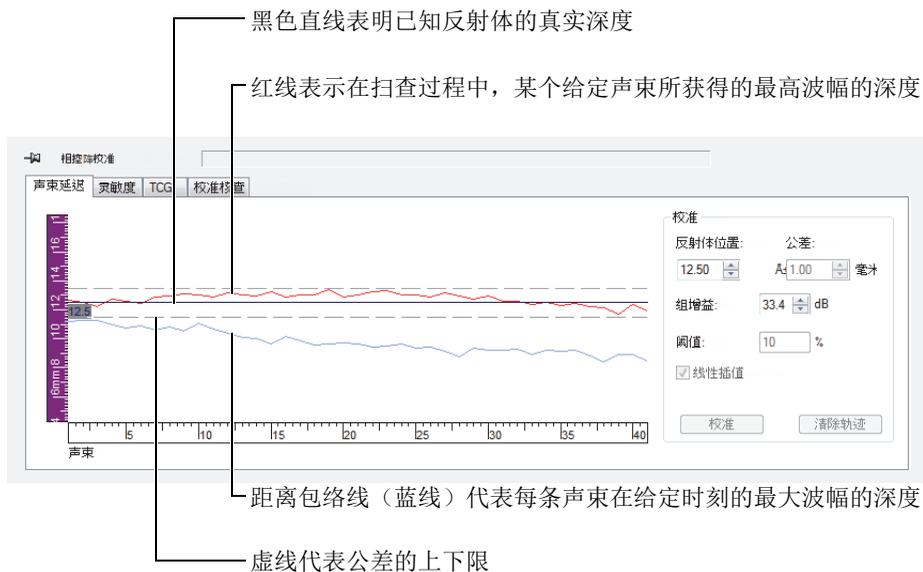

图 4-20 声束延迟校准的曲线
a) 选择**声束延迟**选项卡 (参见第114页的图 4-20)。